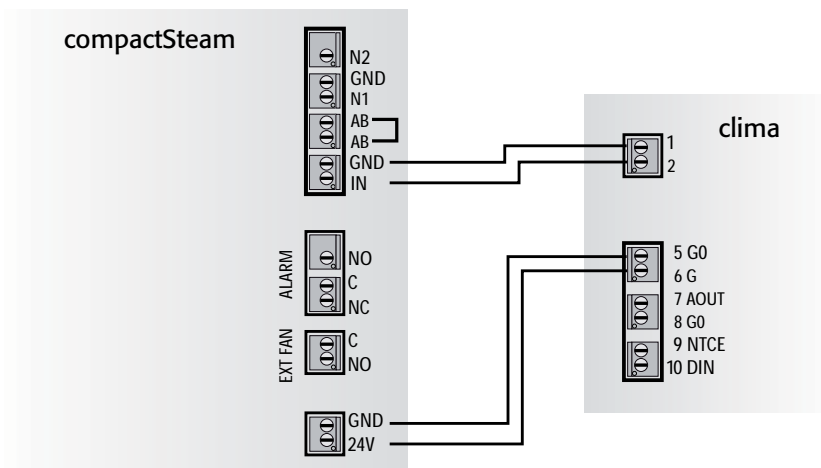
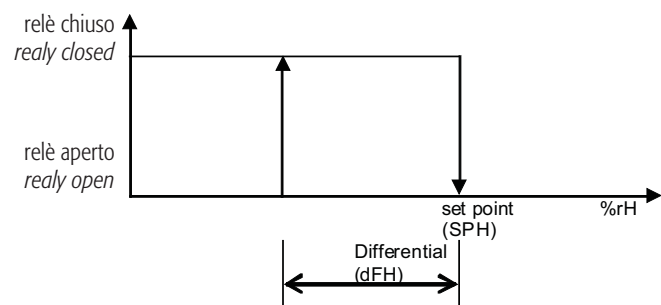

Fig. 3
Fig. 4
- a regolazione ON/OFF: l'algoritmo di controllo funziona come da diagramma in Fig. 4 dove la richiesta di umidificazione viene attivata (il relè chiude i contatti 1 e 2 in fig. 3) quando il valore di umidità è al di sotto dell'intervallo "set point - differenziale" e viene disattivata (il relè apre i contatti 1 e 2 in fig. 3) al raggiungimento del set point.
7. Spegnere il compactSteam: a questo punto è possibile procedere al collegamento del clima seguendo lo schema in Fig. 3 con fili di sez. 0.5 mm² (non in dotazione).
- ON/OFF regulation: The control algorithm works as shown in Fig. 4 diagram where the humidity request is turned on (the relay closes contacts 1 and 2 in fig. 3) when humidity is under the "set point - differential" range and is turned off (the relay opens contacts 1 and 2 in fig. 3) when the set point is reached.
7. Turn compactSteam off: now clima can be connected, following the diagram in Fig. 3 using shielded cables with a minimum cross-section of 0.5 mm² (not included).